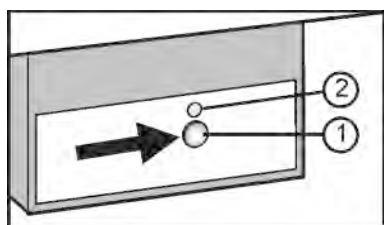

Fig. 9
► Нажмите и удерживайте кнопку On/Off Fig. 9 (1) так, чтобы светодиод Fig. 9 (2) загорелся.